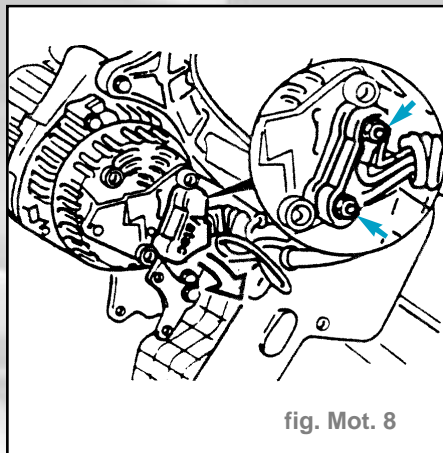

fig. Mot. 8
- Soulever le couvercle des connexions électriques sur alternateur (fig. Mot. 8).